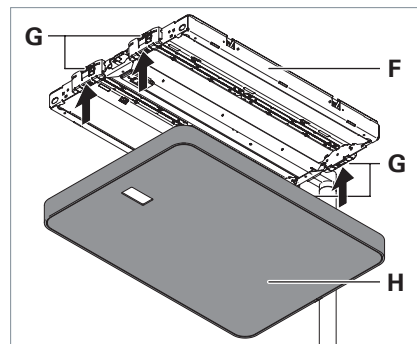

Fig. 3: Blendenrahmen montieren.
- Drücken Sie den Blendenrahmen **H** von unten auf das Leuchtenchassis **F**, bis der Blendenrahmen in alle vier Rasthaken **G** eingerastet ist, siehe Fig. 3.